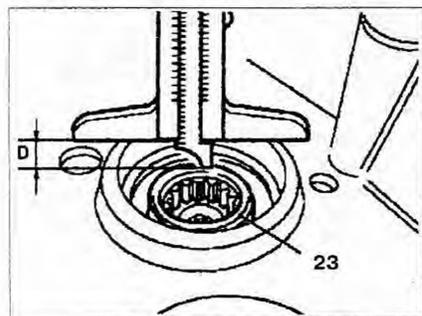

Рис. 4.92. Измерение расстояния **Д** от верхней кромки до ведущего вала **23** в крышке коробки передач.
4. Измерьте расстояние **Д** от верхней кромки до ведущего вала **23** в крышке коробки передач (рис. 4.92).